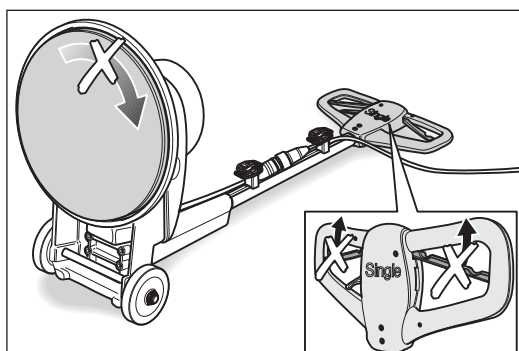

Fig. 10 ¡Nunca conectar la máquina cuando ésta no se encuentre en la posición de trabajo y el plato abrasivo no esté completamente apoyado en el suelo!
- la máquina no esté en la posición de trabajo y el plato portaabrasivos no esté completamente apoyado en el suelo (fig. 10)!